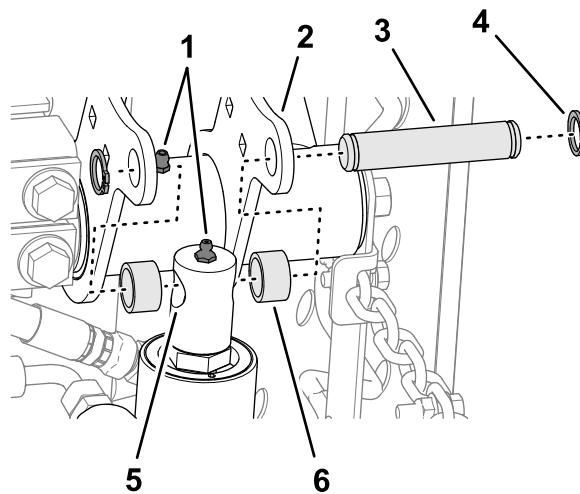

Figure 15
4. Déplacez lentement la tige du vérin de levage jusqu'à ce qu'elle soit alignée sur les trous des brides du bras de levage droit (Figure 15).
5. Fixez la tige sur les brides à l'aide de la goupille de montage, de 2 entretoises et de 2 circlips (Figure 15).
6. Appliquez de la graisse au lithium n° 2 sur le bras de levage et le vérin hydraulique (Figure 15).
1. Alignez les trous dans les plaques du bâti porteur arrière sur les trous des plaques de montage de l'unité de coupe (Figure 15).